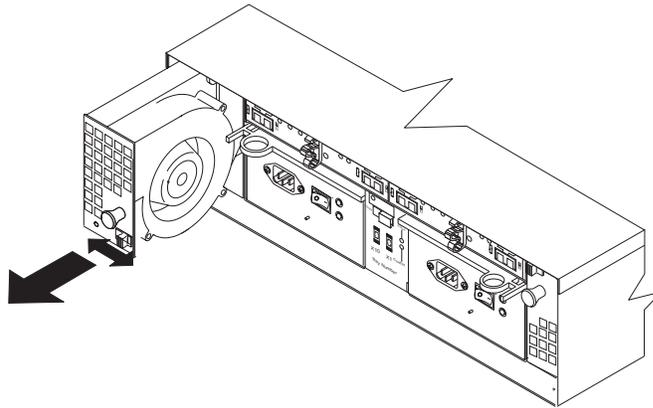

Figura 13. Substituindo uma CRU do Ventilador
2. Certifique-se de que está deslocando a trava do ventilador na mesma direção da seta antes de deslizar o ventilador até o colocar dentro do compartimento. Se o ventilador não for para dentro do compartimento, gire-o 180°. (Consulte Figura 13.)